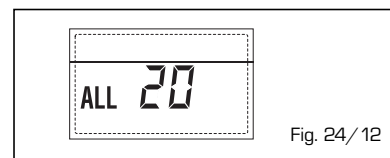

Fig. 24/12
- ANOMALÍA AVERÍA SONDA IMPULSIÓN PRIMERA ZONA MEZCLADA "ALL 21" (fig. 24/13)